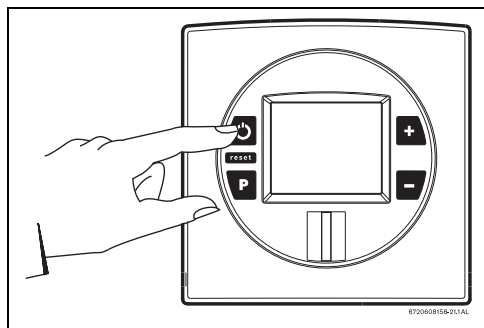

Fig. 12 Conectar / Desconectar el aparato
- Pulse el interruptor principal ON/OFF (Fig.12).
- Pulse nuevamente el interruptor principal ON/OFF (Fig.12).
Al colocar el interruptor principal en posición de funcionamiento (fig.12), el aparato está listo para funcionar.